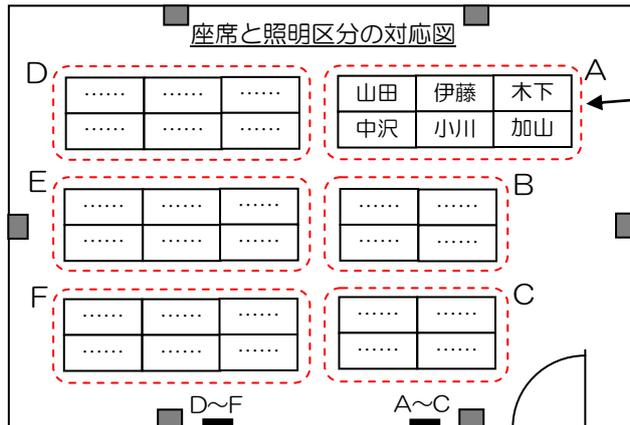

図1 照明区分の対応図のイメージ
(図1の A)
- (4) スイッチと同じ名前を平面図に書きましょう（図1の 脇のA～F）
- (5) できあがった座席と照明区分の対応図（図1）を照明スイッチのそばに貼りましょう
- (6) 点・消灯のルールを決めておくことさらによいでしょう